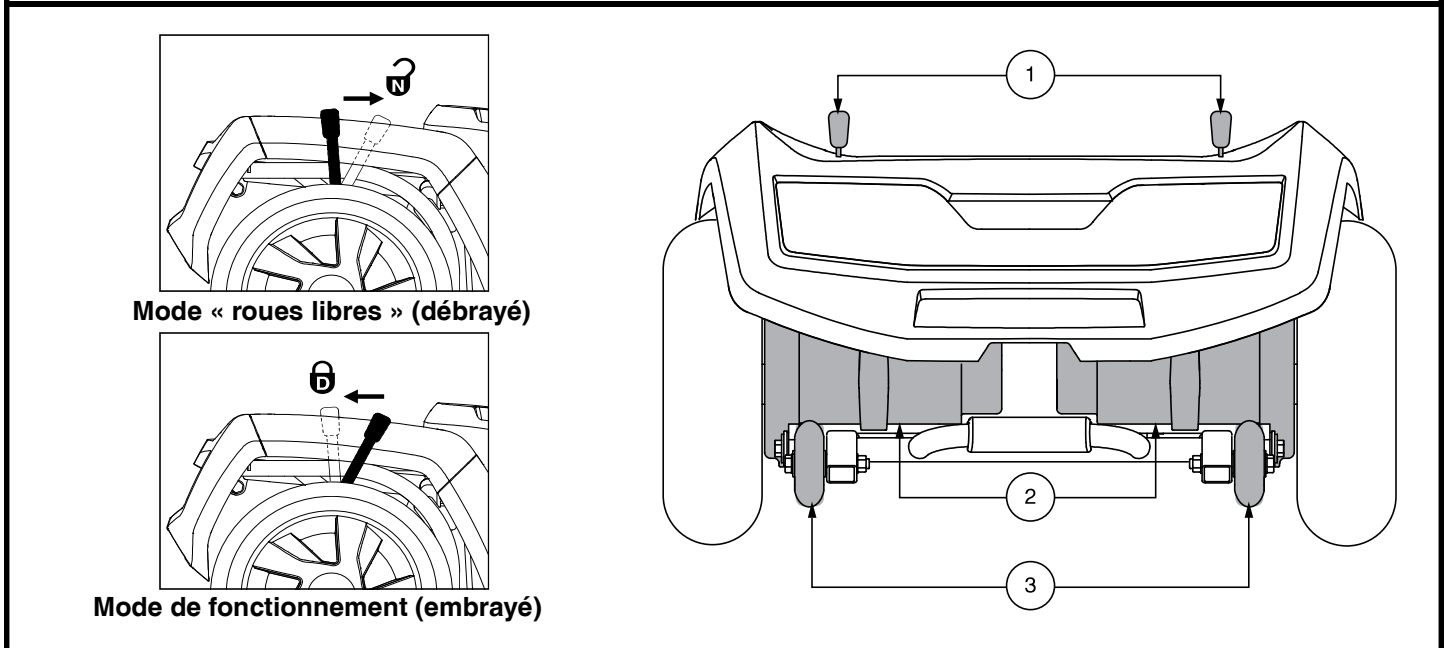
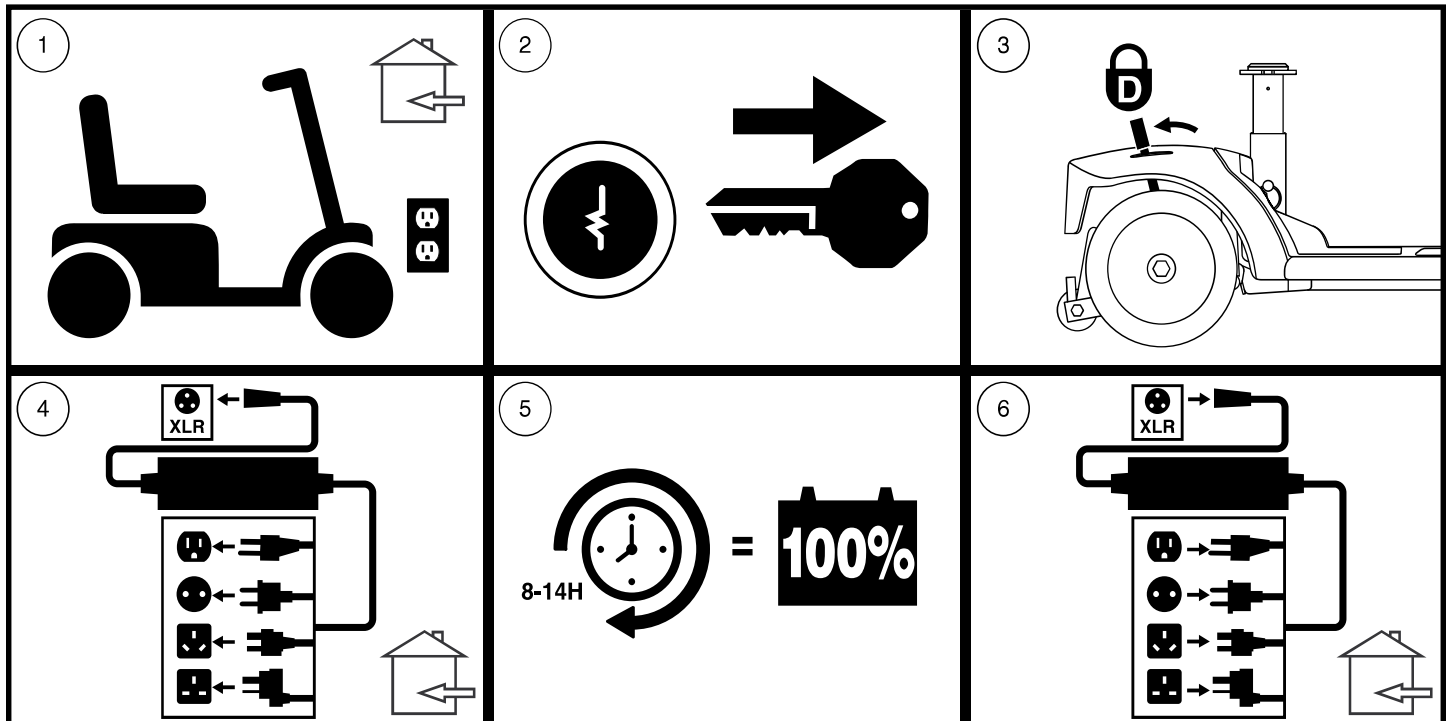

Figure 7. Section arrière - 710ZT
Figure 12. Recharge des batteries schéma des procédures
Votre scooter est équipé de deux leviers d'embrayage manuel « pour passer au neutre » un sur chaque moteur. Ces leviers vous permettent de débrayer les moteurs de la boîte de vitesse, afin de pouvoir manoeuvrer votre scooter manuellement. **Voir la figure 7.**
1. Trouvez les leviers sur la section arrière de la scooter. **Voir la figure 7.**
NOTE: Pour le modèle 710ZT, les leviers de roue libre manuels fonctionnent dans la direction opposée (voir figure 7); par conséquent, pour l'étape 3 de la figure 12, les leviers doivent être poussés vers l'avant pour engager le mode de conduite.